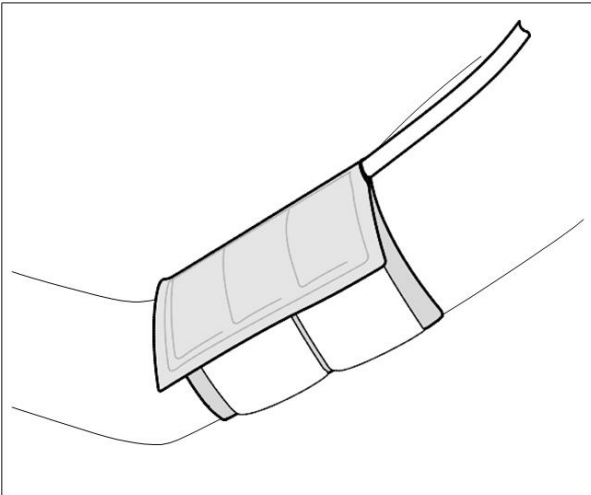

Bild 4-1 Anlegen der Manschette
- der Anschlusschlauch nach oben zur Schulter zeigt (Bild 4-1),